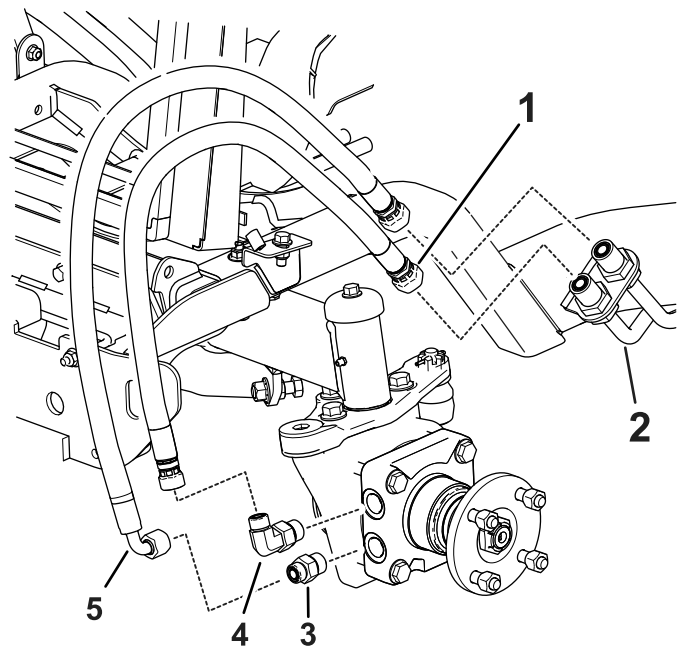

图 4
3. 将新的直通接头和 90°弯头安装到车轮马达上 图 4。
6. 将带直连接头的软管安装到 90°弯头图 4。
7. 将带 90°弯头的软管安装到直连接头图 4。
16. 一次拆下一个盖子并将正确的软管安装到液压管线上如图 4 所示。
17. 拆下剩余的盖子并将软管安装到液压管线上图 4。